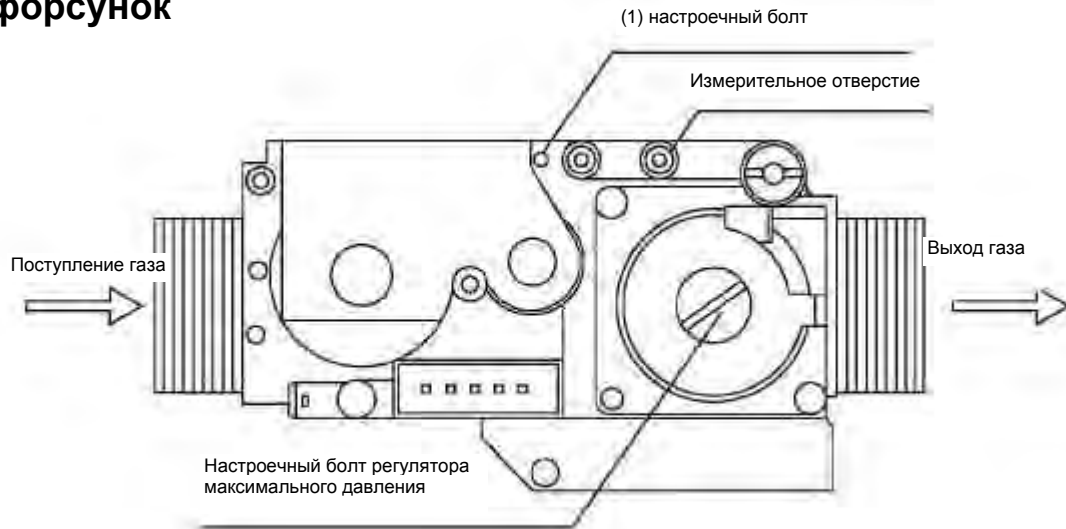

Рисунок 28
- К измерительному отверстию выходного давления (9 мм) присоединяется U-образный манометр (Рисунок 28)